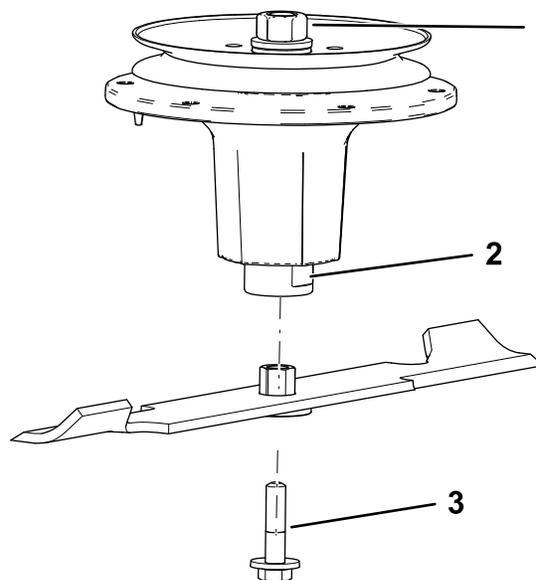

図 97
2. スピンドルシャフトにブッシュ・ブレードアセンブリを取り付ける図 97。